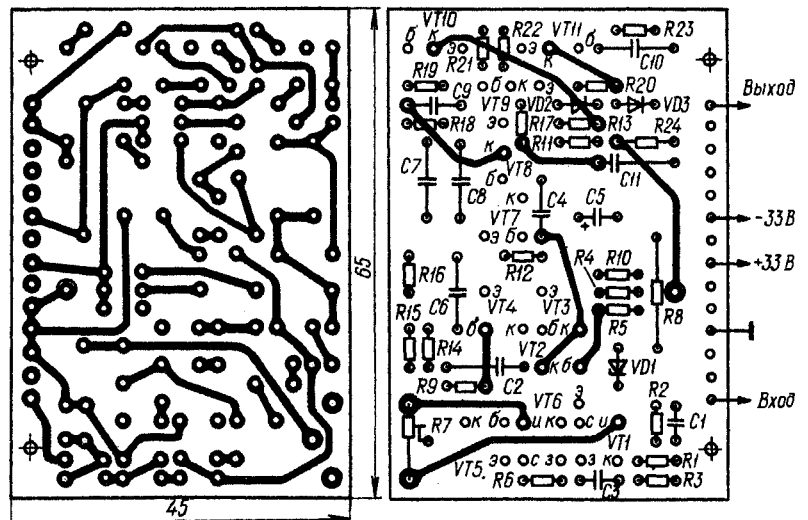

Рис. 3
**Конструкция и детали.** Каждый из каналов стереофонического УК смонтирован на печатной плате, изготовленной из двустороннего фольгированного стеклотекстолита толщиной 1,5 мм (рис. 3). Можно использовать и односторонний фольгированный материал, но в этом случае